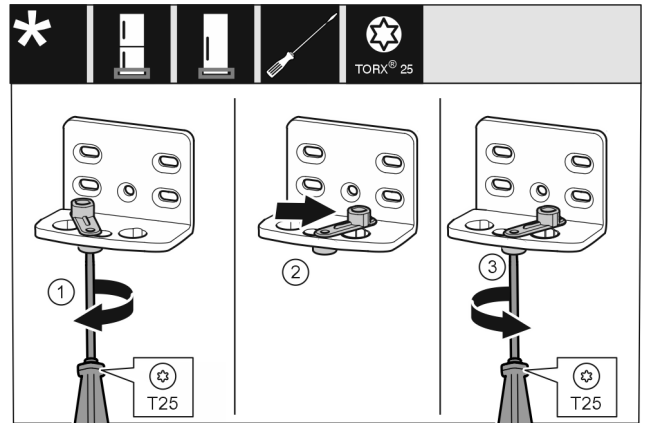

Fig. 13
- ▶ Открутите винт отверткой T25. Fig. 13 (1)
- ▶ Приподнимите фиксатор двери и поверните в отверстии на 90° направо. Fig. 13 (2)
- ▶ Затяните винт отверткой T25. Fig. 13 (3)